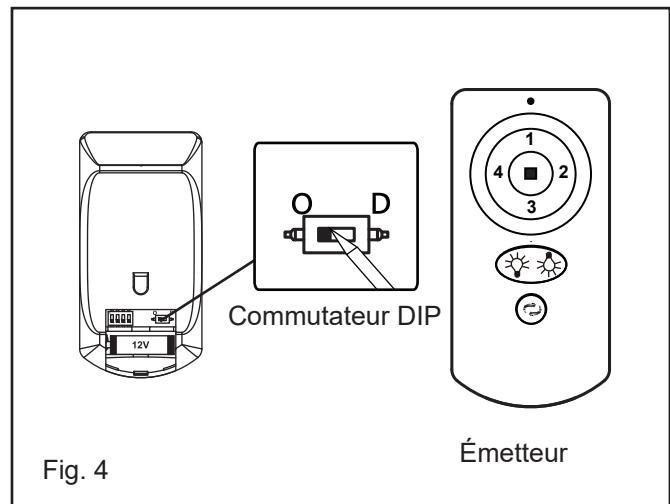

Fig. 4
B. Botones de operación en el panel del transmisor: (Fig. 4)
B. Boutons de commande sur le panneau de l'émetteur: (Fig.4)